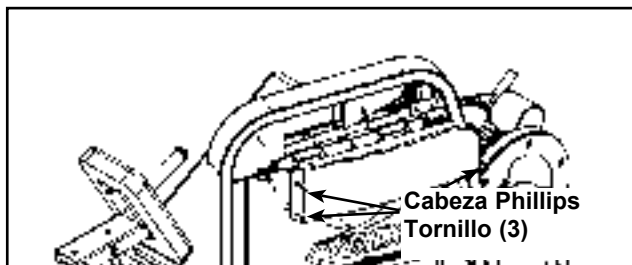

Figura 2
- E. Quitar los tres tornillos principales Phillips que aseguran la cubierta (trasera) superior y quitar cuidadosamente la cubierta. Véase El Figura 2.